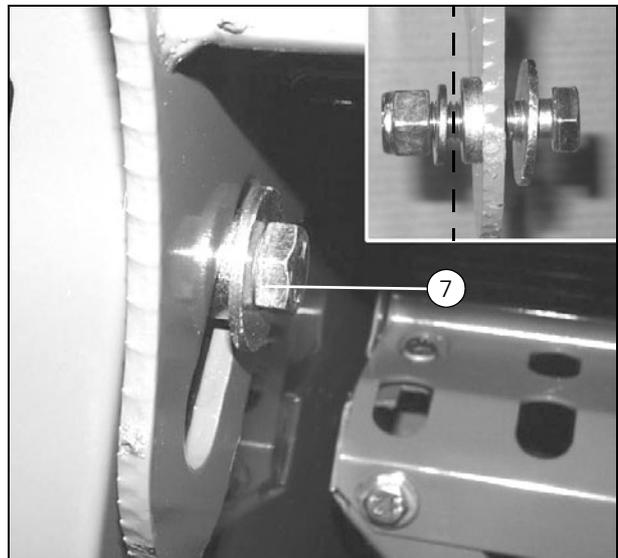

Рисунок 72
- Порядок установки различных деталей на болты подвески см. на (Рис. 72).